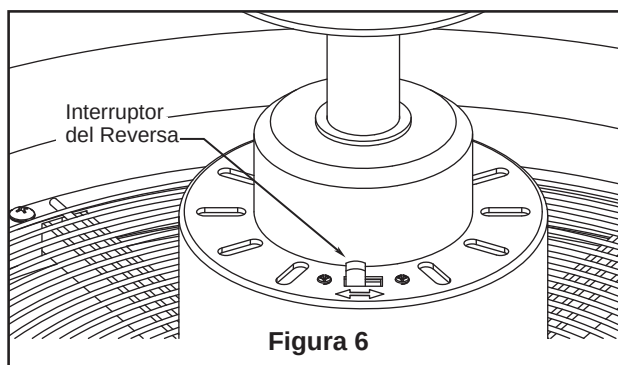

Figura 6
6. Si se desea que el flujo del aire vaya en la dirección opuesta, apague el ventilador y espere a que se detengan las palas. Deslice la carcasa de la cubierta para visualizar el interruptor del reverso. Deslice el interruptor del reverso ubicado en la parte superior del motor hacia la posición opuesta y encienda de nuevo el ventilador. (Figura 6)